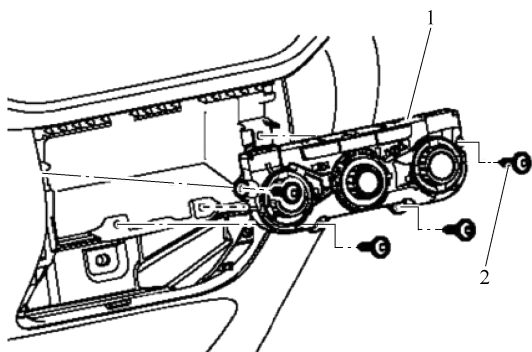

图 11-3-2 拆卸按钮面板
① 拆卸暖风和空调调节装置饰板。
② 拧下 Torx 螺钉 2 并从中央通道上拆下调节装置 1，如图 11-3-2 所示。